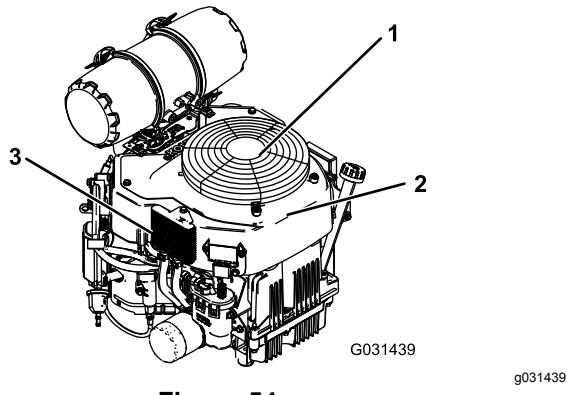

Figura 54
3. Retire la rejilla de entrada de aire y la carcasa del ventilador (Figura 54).
5. Instale la rejilla de entrada de aire y la carcasa del ventilador (Figura 54).